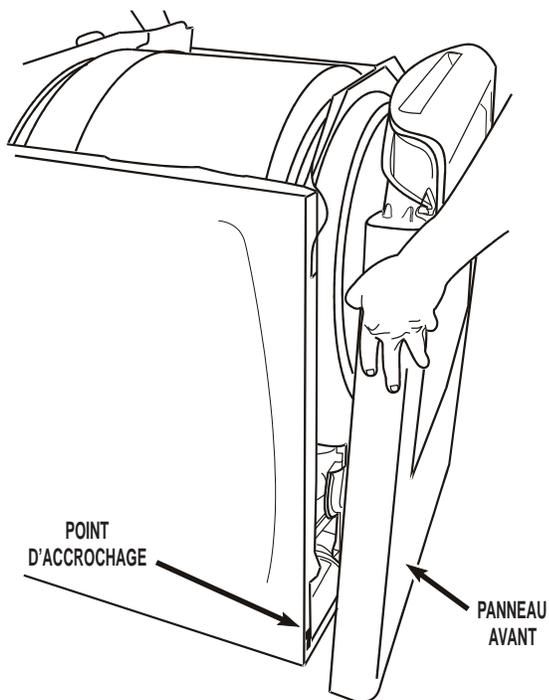

FIGURE 3
7. Soulever le panneau avant; décrocher le panneau avant aux deux points d'accrochage inférieurs; enlever le panneau. Consulter la *Figure 3*.